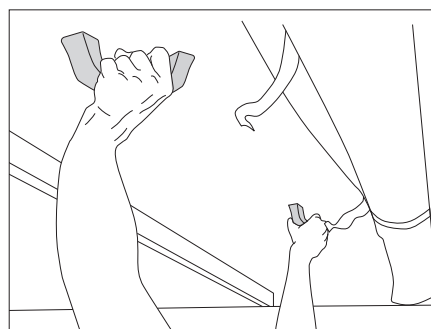

Fig. 51 Relever le toit relevable
- Pousser à deux mains le toit relevable vers le haut (Figure 51).